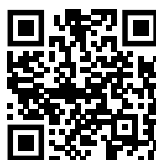

Fig. 83
- ▶ 请打开 Liebherr SmartMonitoring Dashboard。（参见 Fig. 83）